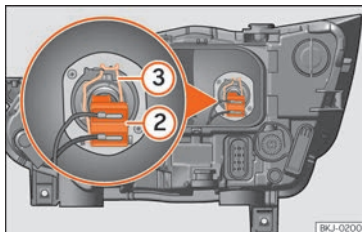

**Fig. 103** Nel vano motore: lampadina degli anabbaglianti.
- Estrarre il connettore della lampadina » **fig. 103** ②.
- Sganciare la molla di ritegno » **fig. 103** ③ premendo verso l'interno e a destra.